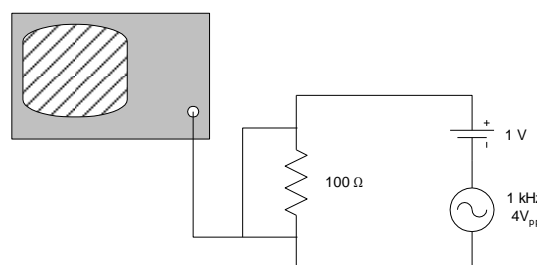

Figura 7: Circuito com fontes de tensão contínua e alternada para observação de um sinal com componente DC.
1. Monte o seguinte circuito, ligando o canal 1 do osciloscópio aos terminais da resistência (mostrado na figura 7) e o canal 2 do osciloscópio aos terminais do gerador de funções, de modo a observar os dois sinais em simultâneo. Note que é necessário colocar no mesmo ponto as terras do gerador de funções e dos dois canais do osciloscópio.